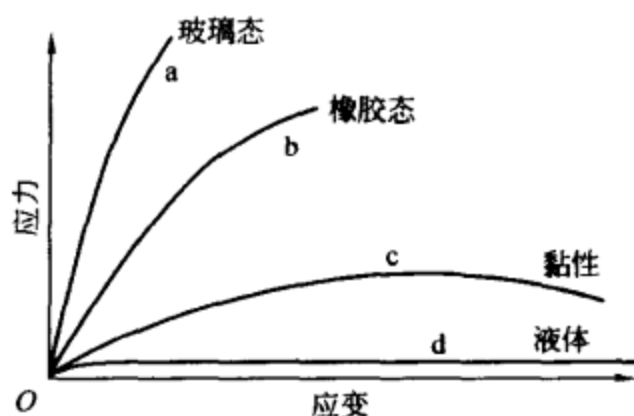

图 4 温度对热塑性高聚物应力-应变行为的影响
4. 温度对线性热塑性高聚物应力-应变行为的影响如图 4 所示，图中各种状态所对应的温度条件分别是，a ____，b ____，c ____，d ____。